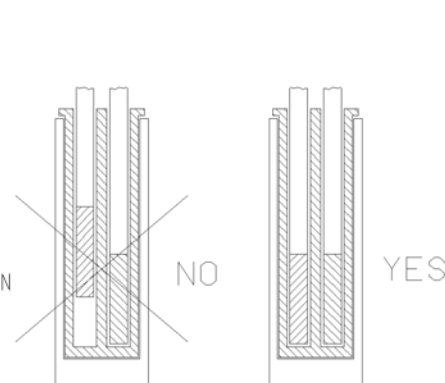

Fig.3
- Wenn Sie eine Referenzkalibrierung durchführen, ist zu beachten, dass der Bezugs- und der zu kalibrierende Sensor auf gleiche Tiefe eingeschoben werden und so dicht wie möglich beieinander liegen (Fig. 3).